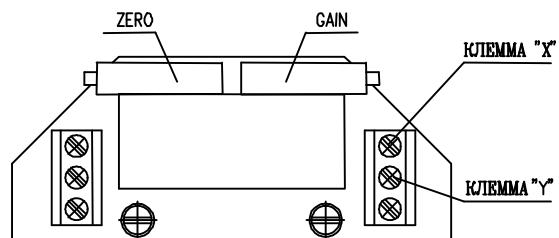

Рис.6
- Установите датчик сопротивления на основании инструкций в предыдущей главе так, что величину сопротивления измеряйте на клеммах X-Y (рис.6).
- Поворачиванием устанавливающего триммера ZERO (рис.6) установите величину выходного сигнала тока, измеряемого на клеммах 81-82, на величину 4 mA.
- Поворачиванием устанавливающего триммера GAIN (рис.6) установите величину выходного сигнала тока, измеряемого на клеммах 81-82, на величину 20 mA.
4.4.2 EPV - 3-проводниковое включение (рис.6)
- Установите датчик сопротивления на основании инструкций в предыдущей главе так, что величину сопротивления измеряйте на клеммах X-Y (рис.6). (употреблен датчик с сопротивлением 2000 Ω или 100 Ω)
- Поворачиванием устанавливающего триммера ZERO (рис.6) установите величину выходного сигнала тока, измеряемого на клеммах 81-82, на величину 0 мА или 4 мА.
- Поворачиванием устанавливающего триммера GAIN (рис.6) установите величину выходного сигнала тока, измеряемого на клеммах 81-82, на величину 20 мА или 5 мА.